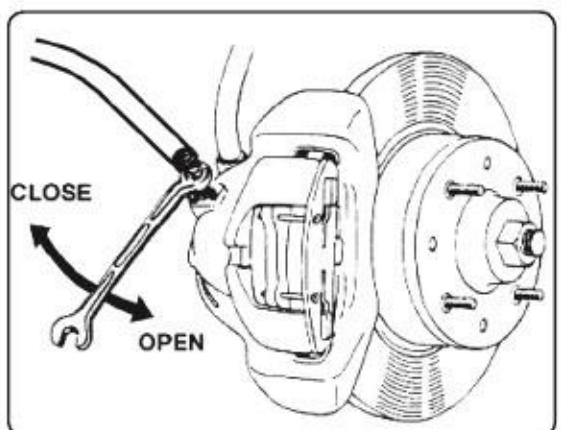

Fig. 6
**3.2.4.** Partant de la roue la plus éloignée du réservoir du liquide de frein, raccorder une extrémité du tuyau du jerrycan de récupération à la purge du frein ; à l'aide d'une clé, ouvrir le raccord d'environ ¼ de tour (Fig. 6 - Fig. 7), le liquide de frein s'écoulera à travers le tuyau dans le récipient. Quand le liquide qui s'écoule est exempt de bulles d'air, serrer la soupape de purge (Fig. 6) enlever le tuyau, en évitant de répandre le liquide de frein.